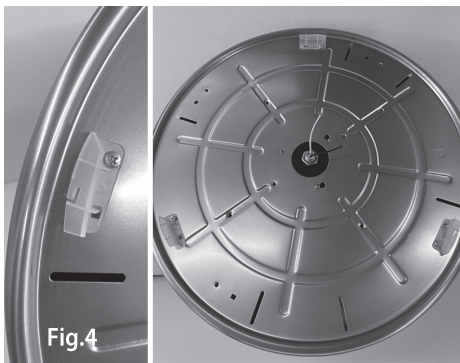

Fig.4
- 4) Befestigen Sie den gesamten LED-Bausatz am Hauptteil des Ventilators und bringen Sie die Laschen an, mit denen der Diffusor eingestellt wird (Fig. 4).